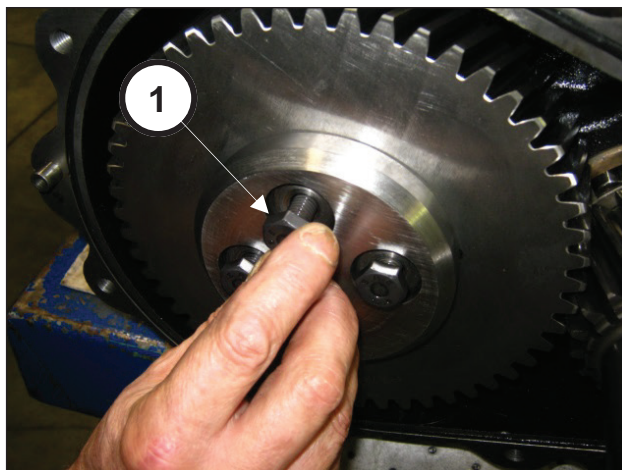
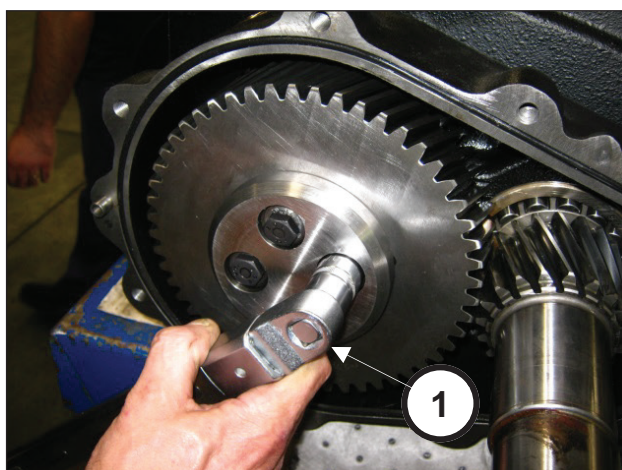

Fig. 68
Fig. 69
Fixer l'immobilisateur de couronne (rep. ①, Fig. 68) à l'aide de 4 vis M10x30. Serrer les vis à l'aide d'une clé dynamométrique, en suivant les indications du chapitre 3 (rep. ①, Fig. 69).